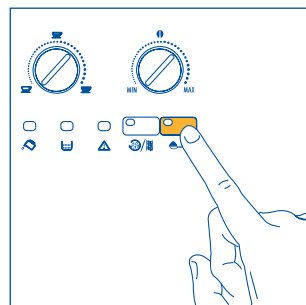

Fig. 18
1. Druk op de knop ☕ om de functie voorgemalen koffie te selecteren (fig. 18). Het controlelampje in de knop brandt om aan te geven dat de functie werd geselecteerd en de koffiemaler werd uitgesloten.